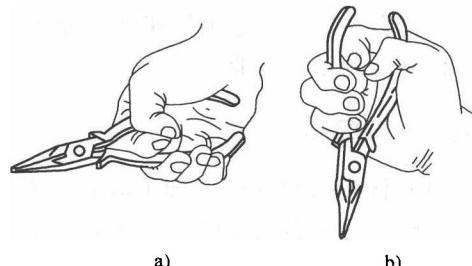

图 1-20 尖嘴钳的握法
钳子的使用方法：①一般情况下，钳子的强度有限，所以不能够用它操作一般手的力量所达不到的工作。特别是型号较小的或者普通尖嘴钳，用它弯折强度大的棒料、板材时都可能将钳口损坏。②一般的钢丝钳有三个刃口，只能用来剪断铁丝而不能用来剪断钢丝。③钳柄只能用手握，不能用其他方法加力（如用锤子打、用台虎钳夹等）。尖嘴钳的握法如图 1-20 所示。